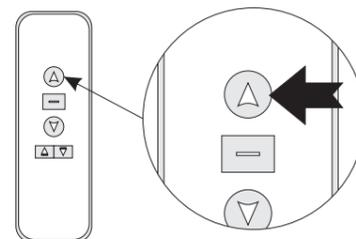

图 20
1. 将银幕处于负载状态, 接通电源5秒内, 用手指同时按住遥控发射器的幕布上行键和停止键 5 秒后再松开 (如图20)。